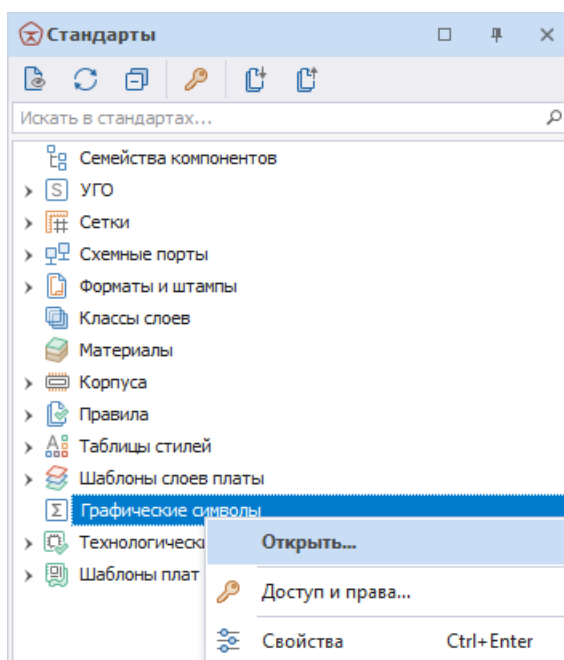

Рис. 115 Вызов редактора графических символов
2. Вызовите с узла контекстное меню и выберите пункт «Открыть...», либо дважды кликните по узлу, Рис. 115.